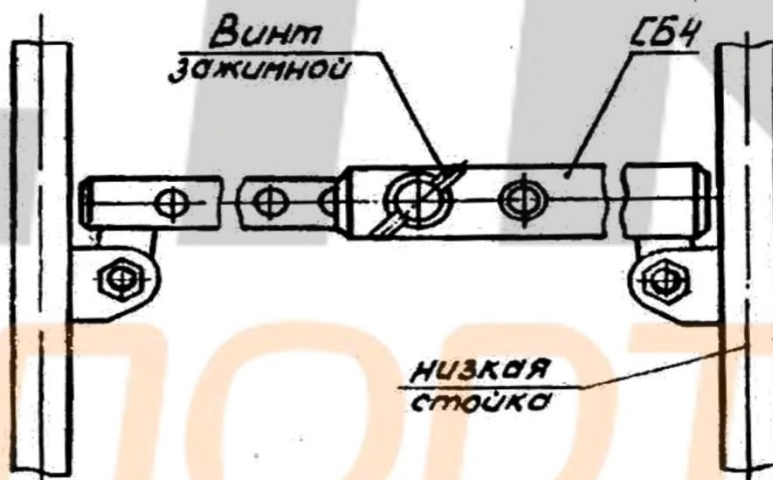

Рис. 5
3. Механизм разведения представляет собой две трубы, одна из которых перемещается внутри другой. Фиксация их осуществляется зажимным винтом (см. рис. 5), который обеспечивает разведение стоек на необходимое расстояние.
4. Механизм разведения с ушками на трубах устанавливается в скобы на стойках и крепится болтами с гайками и шайбами (см. рис. 5) таким образом, чтобы зажимной винт находился с наружной стороны брусьев. Механизм разведения обеспечивает расстояние 900...1400мм между жердями в зависимости от установки на соответствующее деление выдвижной трубы, цифры на ней указывают на расстояние в сантиметрах. Для удобства установки размера и фиксации механизма предусмотрено смотровое отверстие.
- расставьте основания со стойками таким образом, чтобы центры стоек совпадали с центрами разметочных окружностей (см. рис. 5);